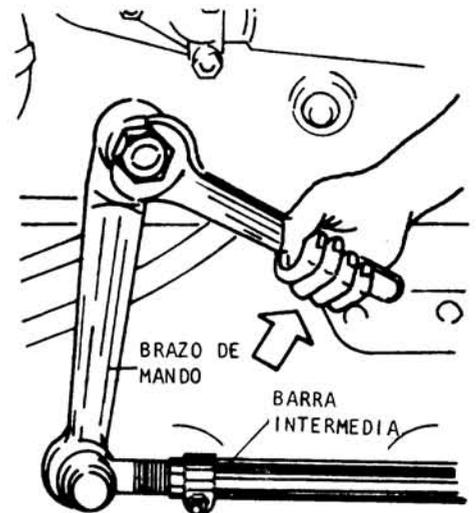

Fig. 2
- c Saque la tuerca del brazo de mando, instale el extractor y desmóntelo (fig. 2).